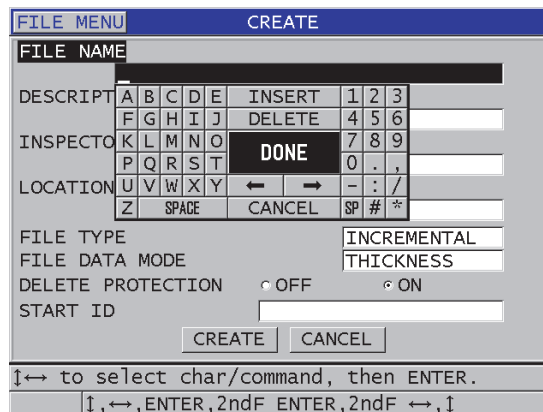

Figura 11-3 Pantalla CREAR
3. En la pantalla **CREAR** (ver Figura 11-3 en la página 196):
- g) Determine el modo **PROT. CONTRA BORR.** [DELETE PROTECTION] a **ACTIVADO** (ON) o **APAGADO** (OFF).